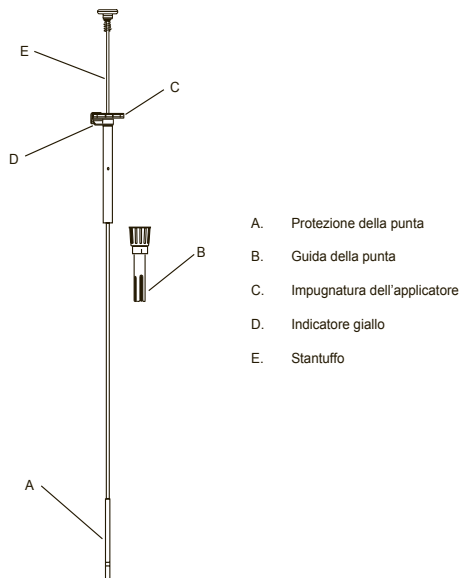

Figura 1 - Applicatore
- Mantenere l'allineamento corretto dell'indicatore giallo (D nella Figura 1) con la freccia rossa della sonda per biopsia durante la distribuzione dei pellet.
Si veda la Figura 1 per lo schema dell'applicatore.